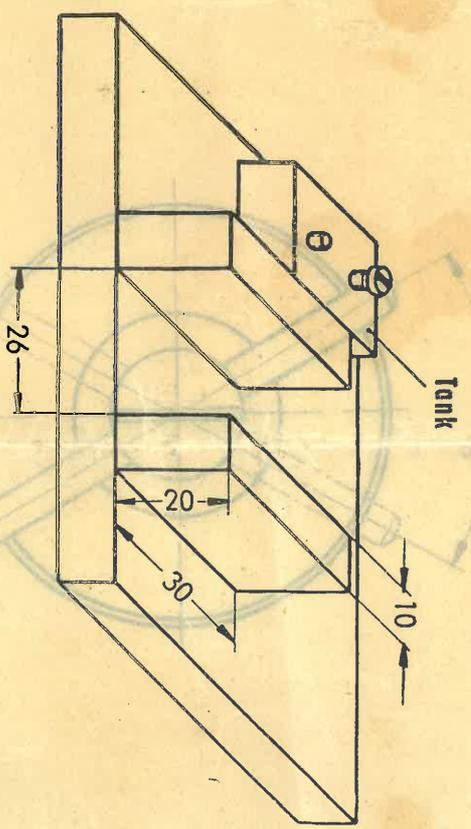

Bild 1
- 2.2 Erforderliche Einlaufzeit 20 bis 30 min bei mittleren Drehzahlen. Motor nicht in einen Schraubstock spannen oder gleich ins Modell einbauen. Zum Einlaufen und zum Erlernen der richtigen Handhabung Motor auf einem Holzklotz befestigen (auflockern) (Bild 1). Motor nicht mit höchsten Drehzahlen einlaufen lassen.